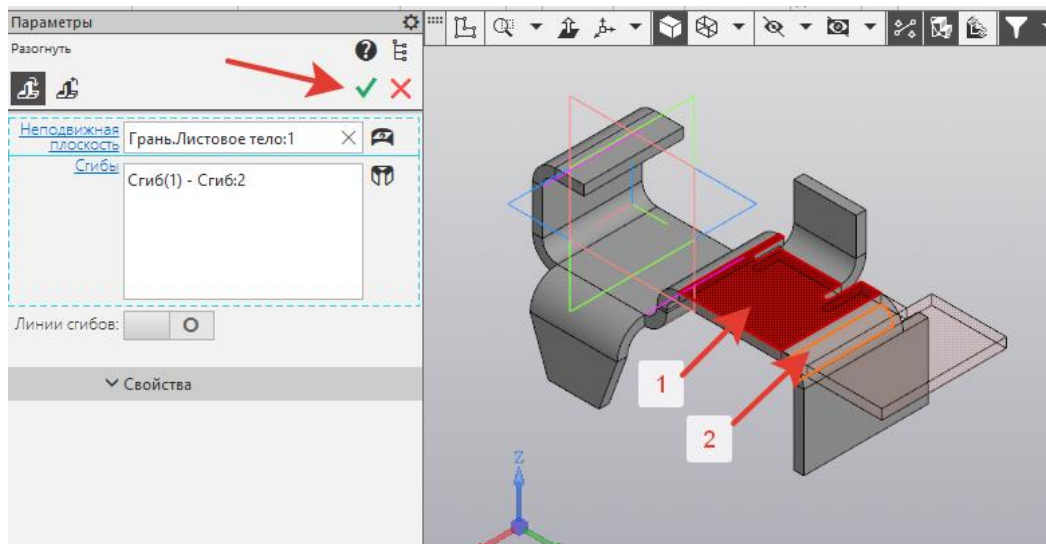

Рисунок 55.
20. На инструментальной панели выбрать *Элементы листового тела - Разогнуть* и укажем поочередно **1 Грань** и **2 Сгиб** ребро листовой детали. *Создать объект*  (рисунок 55).